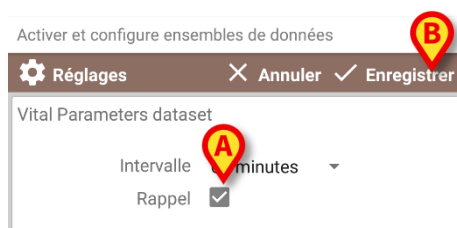

Fig 100
- Sélectionner la case "Rappel" pour obtenir des rappels automatiques lorsque les acquisitions des ensembles de données arrivent à échéance (Fig 100 **A**).
- taper sur l'option **Enregistrer** pour enregistrer les modifications apportées (Fig 100 **B**).